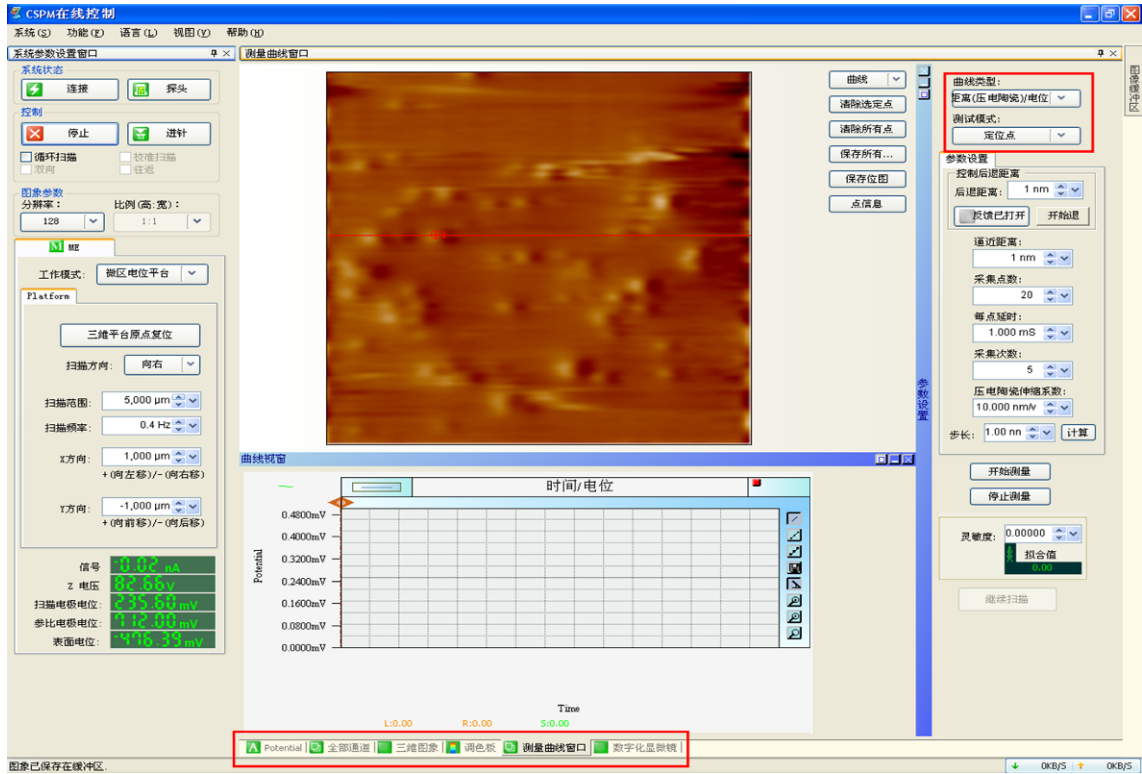

图3-12 定位点的确定
1)利用微区电位扫描得到特定区域腐蚀电位图后,打开“测量曲线窗口”,“测量模式”选择“定位点”,“曲线类型”选择“距离(压电陶瓷)/电位”,在已经测的腐蚀电位图中选择需要测试的位点(鼠标双击确定点的位置)(图3-12);